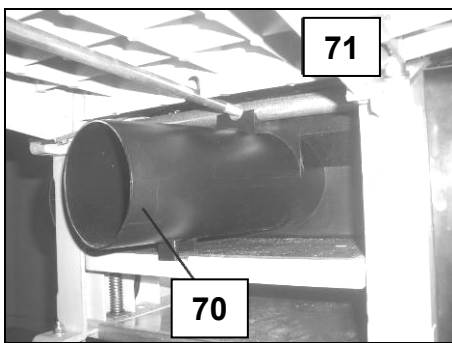
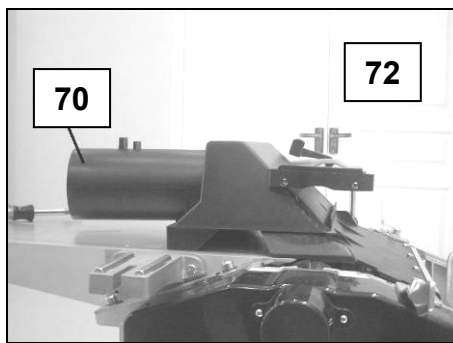

Fig 63
Fig 64
- La machine est équipée d'un collecteur de copeaux et poussières (70) avec un diamètre d'extraction de 100mm.
- Ce collecteur est amovible et doit être utilisé lors des 2 opérations de dégauchissage (71) (Fig 63) et de rabotage (72) (Fig 64).